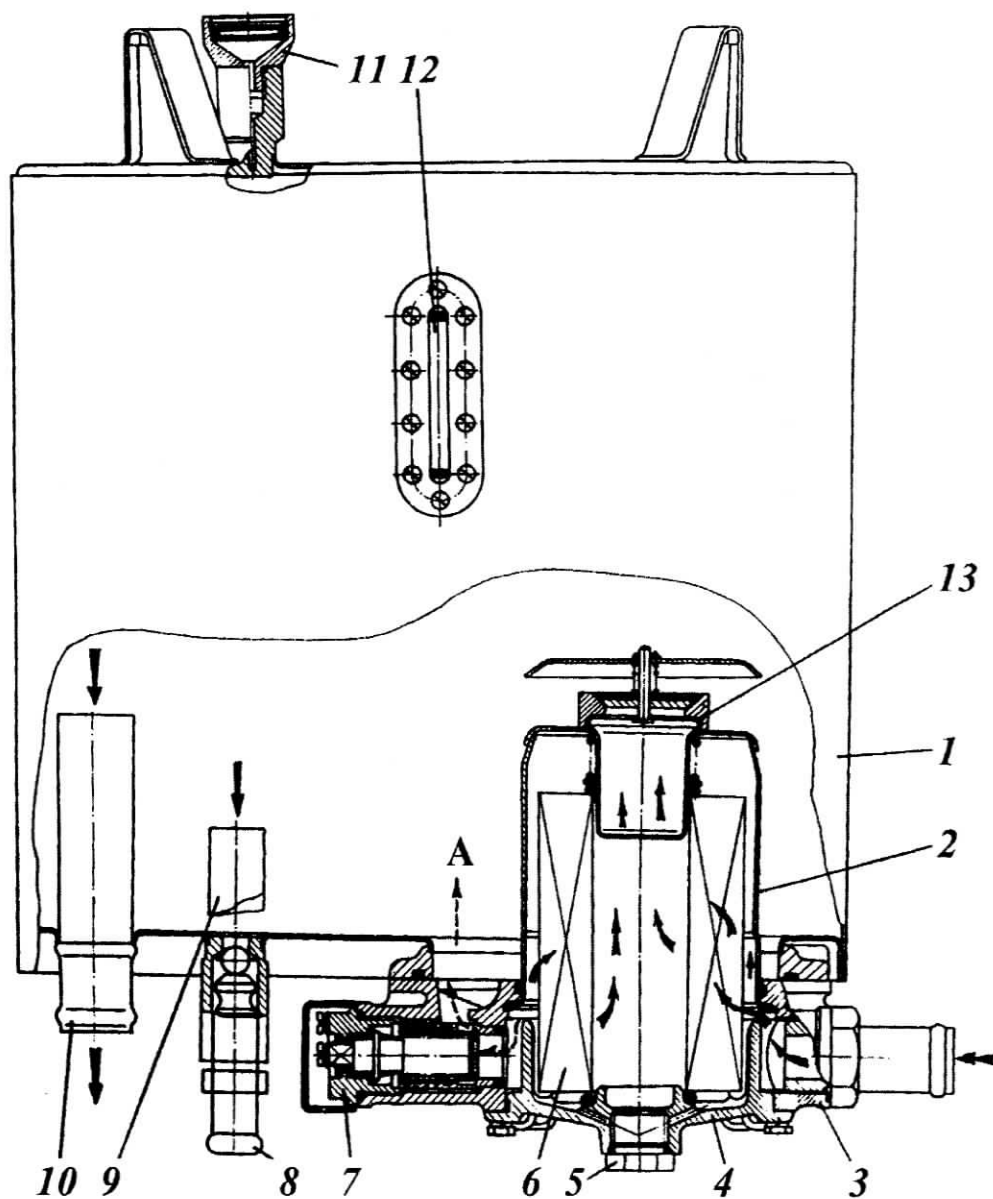

Рис.88 - Гидробак основной гидросистемы.
3.5.1.1 Гидробак (рис.88) установлен на раме за двигателем и предназначен для хранения масла, необходимого для работы основной гидросистемы и объемной гидросистемы рулевого управления. Гидробак обеспечивает охлаждение рабочей жидкости, ее очистку.